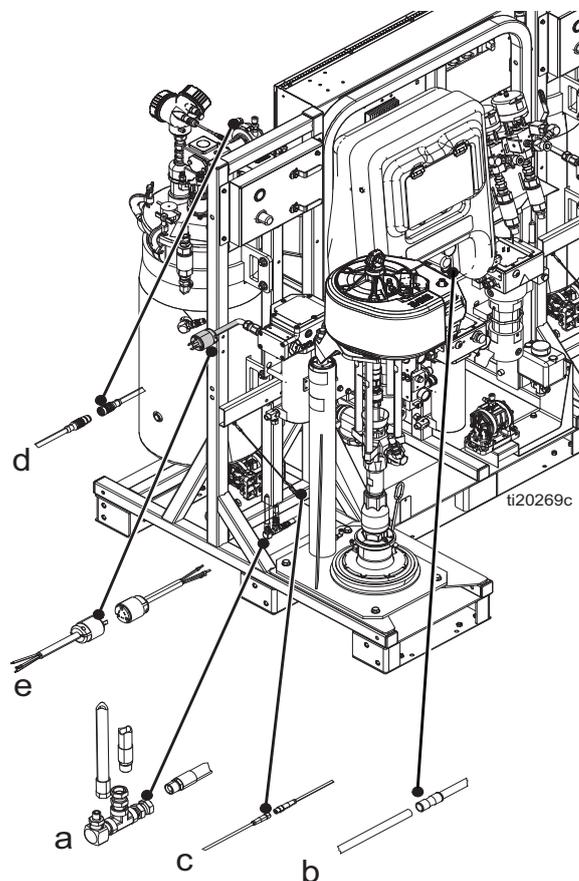

FIG. 15
- a. Raccorder le tuyau d'air rouge de 12,7 mm (1/2 po.) au raccord-union tournant. Voir le « a » sur la FIG. 15.
- b. Raccorder le tube d'air de signalisation avec un diam. ext. de 6,3 mm (1/4 po.) au tube muni d'un raccord de tube. Il s'agit du signal qui commande la pompe d'alimentation. Voir le « b » sur FIG. 15.
- c. Raccorder le petit câble avec un connecteur M8 mâle au connecteur M8 femelle. Voir le « c » sur FIG. 15.
- d. Raccorder le petit câble avec un connecteur M12 mâle au connecteur M12 femelle. Il s'agit du raccord du capteur de niveau. Voir le « d » sur FIG. 15.